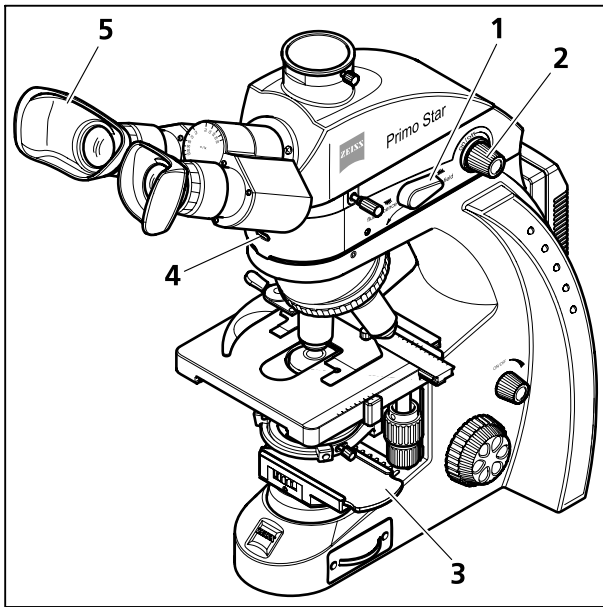

Figura 25 Ajustar a fluorescência em luz refletida
- Ajustar o microscópio, primeiro em campo claro, vide item 3.4.4.
- Levar o comutador para luz transmitida / luz refletida (Figura 25/1) à posição de luz refletida (**Fluorescence**), sempre à posição superior.
- Ligar o LED mediante o botão giratório (Figura 25/2) do módulo de luz refletida e ajustar uma intensidade luminosa agradável para os trabalhos microscópicos. A lâmpada de controle (Figura 25/4), situada na parte frontal do módulo de luz refletida, começa a emitir uma luz azul. A luminosidade da lâmpada de controle corresponde à intensidade luminosa ajustada para a luz refletida.
- Intercalar a posição de bloqueio da corrediça (Figura 25/3) na trajetória do raio para evitar fluorescências perturbadoras (originadas pelo LED de luz transmitida).
Para os trabalhos microscópicos em locais não escurecidos é possível utilizar as conchas oculares especiais com protetor contra a luz (Figura 25/5). Mas, estas não são apropriadas para pessoas que usam óculos e não devem ser dobradas ou arregaçadas pois que perderiam a estabilidade de sua forma.